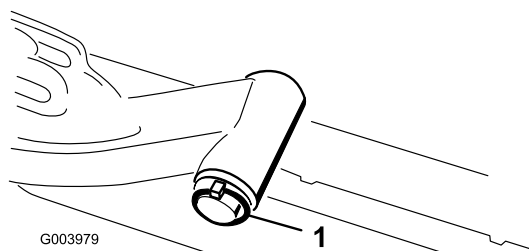

Figura 12
elevación al brazo de elevación, y deslice el eje pivotante fuera del brazo de elevación (Figura 12).
C. Introduzca el eje del brazo de elevación en el brazo de elevación y fíjelo con la arandela y el pasador de seguridad (Figura 12).